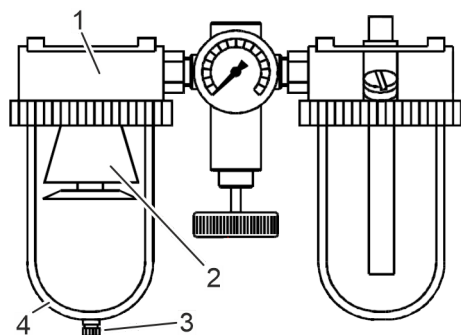

Abb. 11: Wasserabscheider (Filter)
1. ➔ Kondensat am Wasserabscheider (Abb. 11/1) ablassen.
2. ➔ Filter (Abb. 11/2) auf Verschmutzungen prüfen. Bei Verschmutzungen Filter reinigen ↗ Kapitel 10.4 „Filter reinigen“ auf Seite 54.